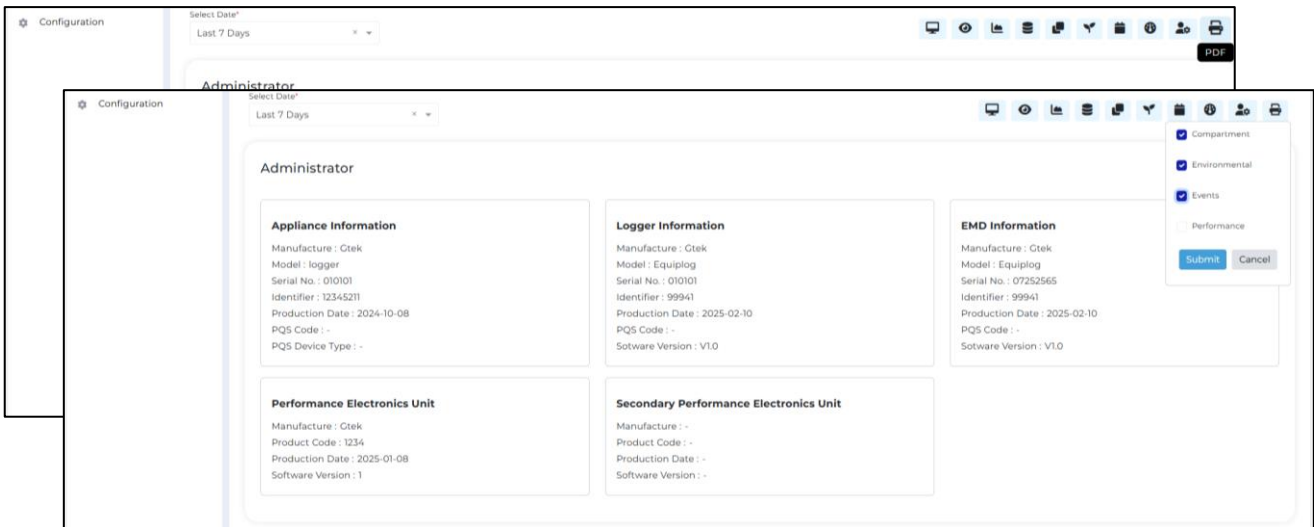

Figura 57 Generar informe de datos en PDF para el dispositivo seleccionado
- El usuario puede generar un informe de datos en PDF para los datos de compartimento, entorno, eventos y rendimiento para el filtro de período seleccionado, como se muestra en la figura 57.